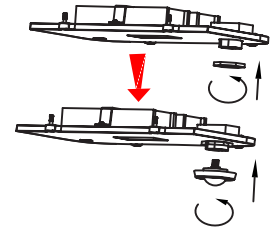

Figure 3
3. Installez le capteur. (Figure 3)